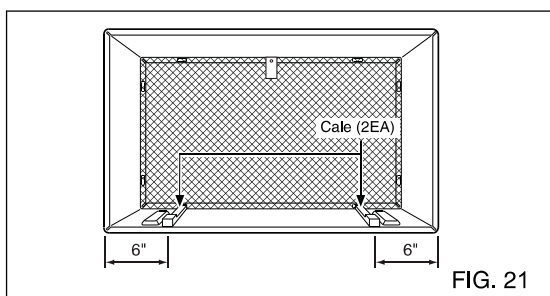

FIG. 21
- 7** Retirez le film protecteur des bandes de calages 13 w et attachez-les comme montre à la Fig. 21. La partie supérieure du calage doit être place à l'avant de la nervure du manchon.